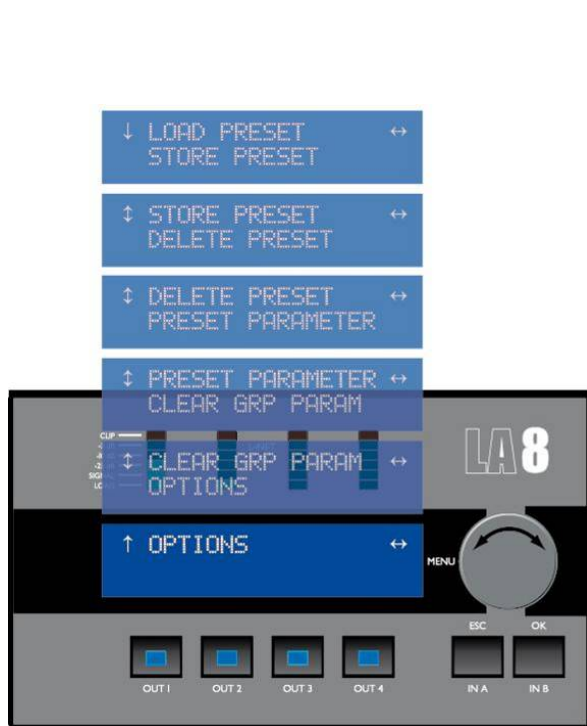

図 13: OPTIONS メニューの選択
2. エンコーダーホイールを時計回りに回転させ、OPTIONS メニューを選択します(図 13)。